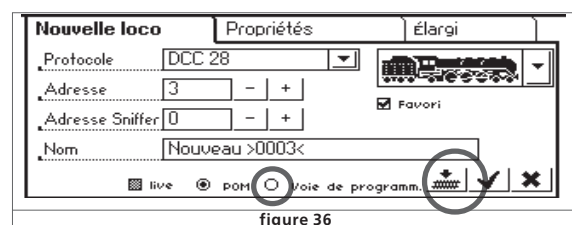

figure 36
- Choisir l'option „Programmation sur la voie de programmation” (Fig. 36).
- d) Trier par nom (activé en Fig. 36)